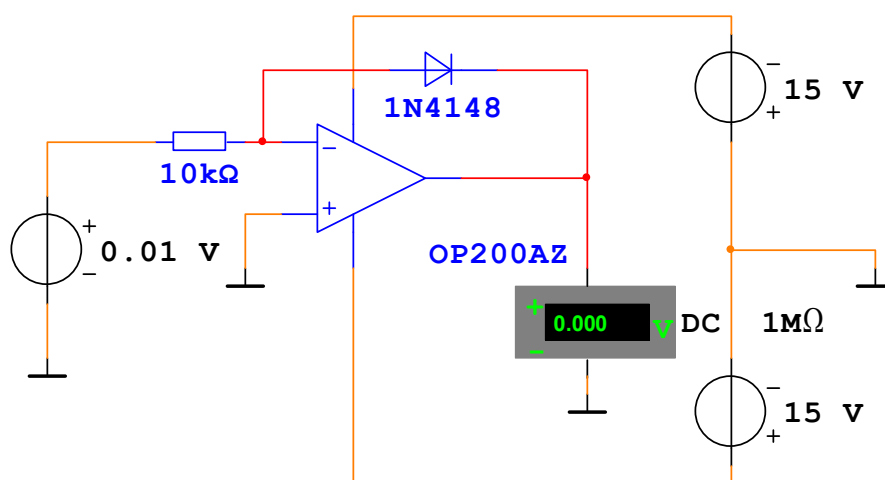

Рис.9.1
9.2.1. Для исследования логарифмирующего усилителя соберите схему, приведенную на рис.9.1.